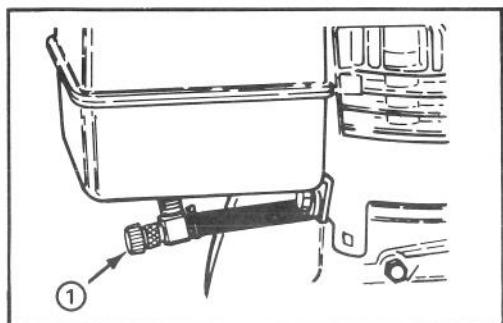

Figure 11
Valve d'arrêt de carburant (fig. 11)—Celle-ci se trouve sous le réservoir de carburant. Fermez la valve pour arrêter l'arrivée de carburant du réservoir dans le carburateur et ouvrez-la pour l'effet inverse. Fermez cette valve lorsque la déneigeuse n'est pas en service.
2. Ouvrez la valve d'arrêt du carburant placée sous le réservoir (fig. 11).